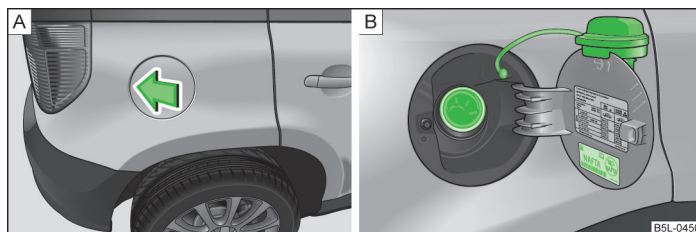

Fig. 150 Lato veicolo posteriore destro: Aprire lo sportello serbatoio / Chiusura sportello serbatoio con tappo a vite
Sul lato interno dello sportello del serbatoio sono riportati i tipi di carburante idonei per il veicolo » fig. 150 a pagina 194 - [\[B\]](#).
- Premere al centro dell'area di sinistra del tappo del serbatoio» fig. 150 - [\[A\]](#).
- Ruotare completamente verso sinistra la chiusura del tappo e inserire dall'alto il tappo del serbatoio » fig. 150 - [\[B\]](#).